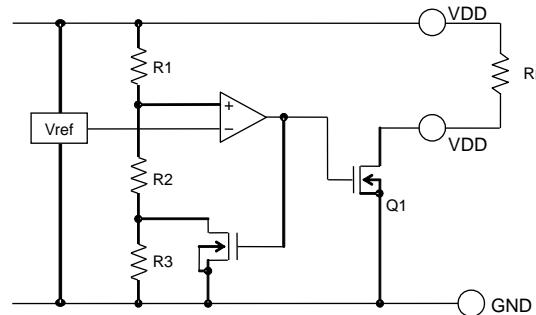

Figure 14. 内部ブロック図
入力電源電圧 VDD を SWEEP UP 及び SWEEP DOWN させたときの入力電圧 VDD と出力電圧 VOUT の関係は以下のようになります。(回路は Figure 14 です。)下図の①～⑤について説明します。